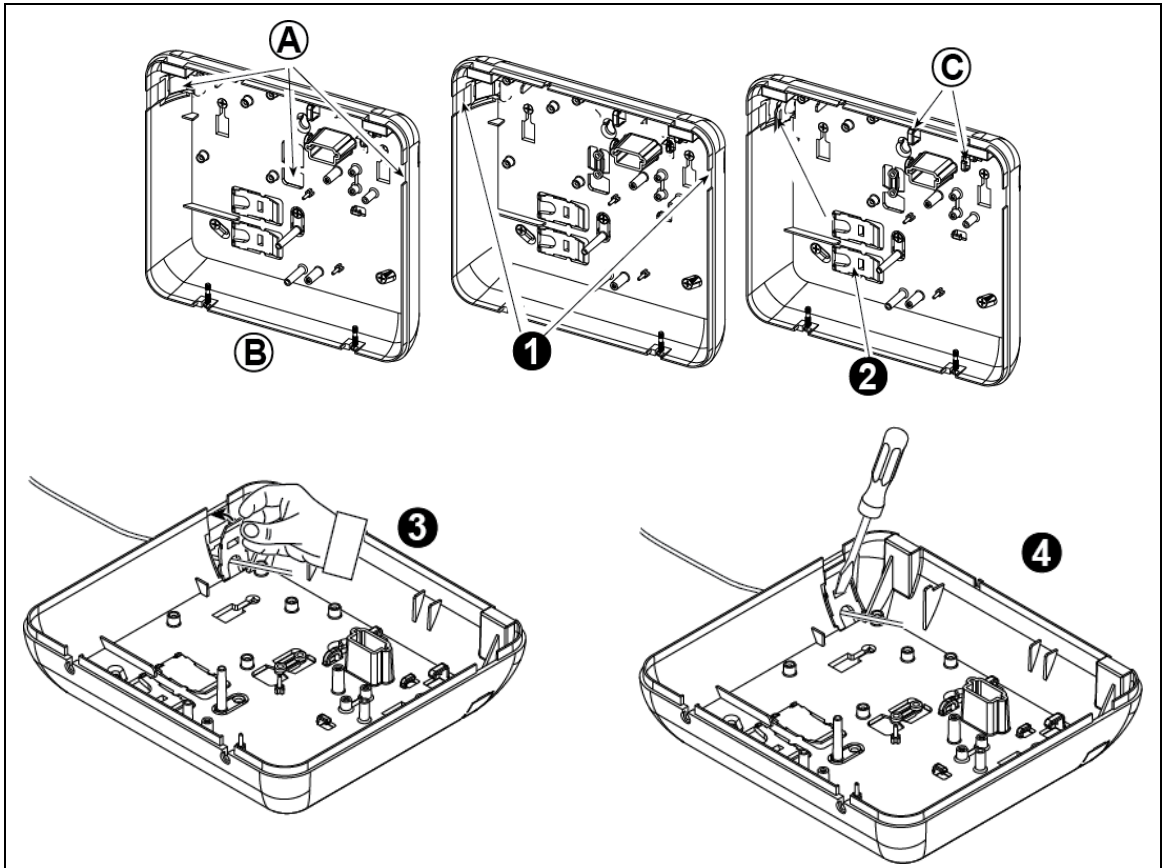

*Рис. 3.7 – Установка PGM-5 модуля*
**Важно:** во время монтажа модуля прокладывайте соединительный кабель как показано на Рис. 3.7., для того чтобы предотвратить влияния антенн на работу модуля.